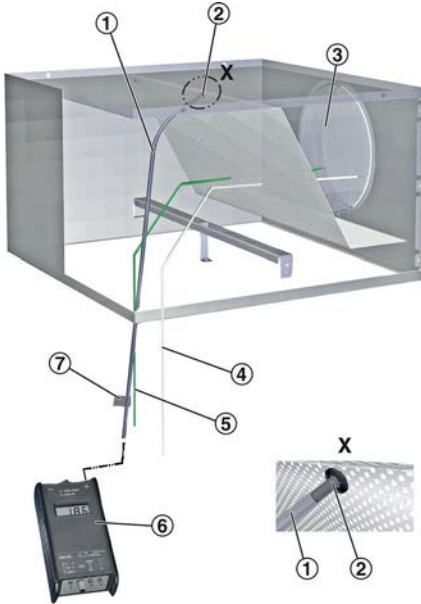

Abb. 16: Volumenstrommessung
- ① Messschlauch
- ② Messnippel
- ③ Drosselelement zum Volumenstromabgleich
- ④ Weißer Seilzug, Drosselelement öffnen
- ⑤ Grüner Seilzug, Drosselelement schließen
- ⑥ Digitalmanometer
- ⑦ Textfahne Anschlusskastenvariante
3. ▶ Volumenstrom aus der Kennlinie ablesen oder berechnen, eine Kennlinie liegt jedem Anschlusskasten AK-Uni bei. Die Anschlusskastenvariante kann auf der Textfahne (Abb. 16/7) abgelesen werden.